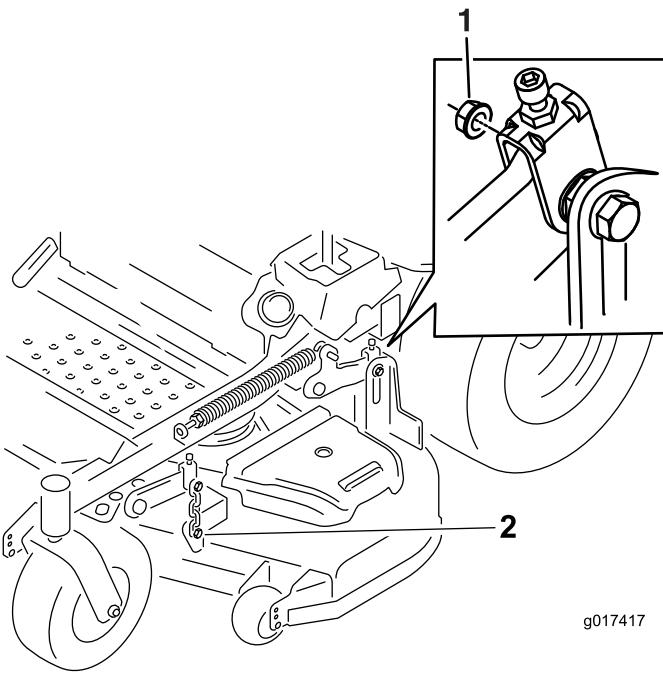

Bild 86
7. Entfernen Sie die Schrauben an beiden Seiten des Mähwerks (bewahren Sie sie auf), wie in Bild 86 dargestellt.